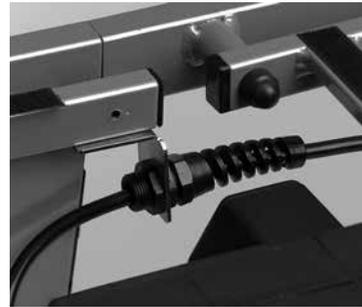

Abb. 10
10. Das Netzkabel muss mit der am Kabel vorhandenen Zugentlastung an die Lasche der Liegefläche geschraubt werden (Abb. 10).